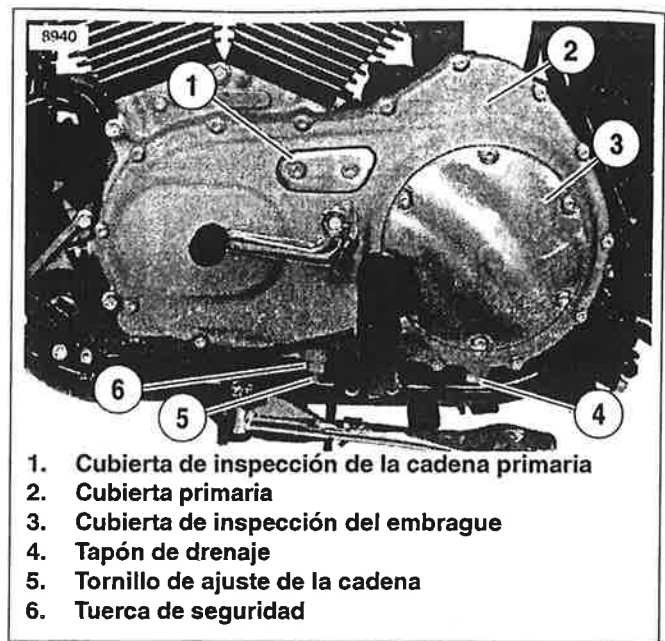
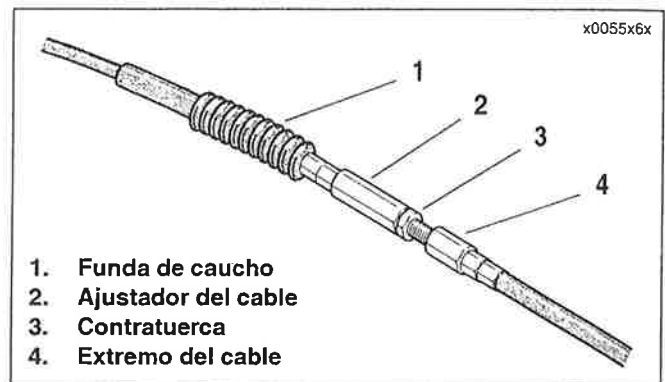

Figura 6-1. Cubierta primaria
Figura 6-2. Mecanismo de ajuste del cable del embrague
3. Vea la Figura 6-1. Coloque una bandeja de drenaje abajo del motor. Quite el tapón de drenaje (4) y drene el lubricante de la caja de propulsión primaria.
4. Afloje las tuercas de seguridad (6). Gire el tornillo de ajuste de la cadena (5) hacia la izquierda para relajar la tensión de la cadena primaria.
6. Vea la Figura 6-2. Deslice la funda de caucho (1) en el ajustador del cable del embrague (2) hacia arriba para dejar expuesto el mecanismo del ajustador. Afloje a contratuerca (3) del ajustador. Gire el ajustador para acortar el cable de la caja hasta que haya bastante juego libre en la palanca manual del embrague. Consulte AJUSTE en 1.12 EMBRAGUE.
6. Instale el o-ring nuevo (12) sobre el dispositivo de conexión del extremo cableado (14) en la sección inferior del cable del embrague. Gire a la derecha el dispositivo de conexión para instalarlo en la cubierta primaria (8). Apriete el dispositivo de conexión a 4,1-6,8 N·m (36-60 lb-pulg.).
7. Ajuste el acoplamiento (6) sobre el extremo cableado (13) en el lado redondeado del acoplamiento hacia adentro y el botón conector de la rampa hacia afuera. Corrija el ángulo del anillo de retención del montaje de la rampa (5) apuntando hacia adentro, coloque el gancho de la rampa alrededor del botón de acoplamiento y gire el montaje hacia la izquierda hasta que la lengüeta en la rampa interior (17) encaje en la ranura de la cubierta primaria (8).
8. Enrosque la tuerca (4) en el conjunto del tornillo de ajuste (5) hasta que pueda acceder la ranura del tornillo con un destornillador. Ajuste el hexágono de la tuerca en el hueco de la rampa exterior (15) y gire el tornillo de ajuste hacia la izquierda hasta que se sienta resistencia. Haga retroceder el tornillo de ajuste 1/4 de vuelta.
9. Deslice la contraplaca y el resorte (3) sobre las superficies planas del tornillo de ajuste. Si es necesario, gire el tornillo de ajuste ligeramente hacia la derecha de tal manera que la contraplaca se deslice sobre las superficies planas mientras encaja además dentro de la hendidura de la rampa exterior.
10. Instale el anillo "quad" (7) de la ranura en la cubierta primaria. Compruebe que el anillo "quad" quede completamente asentado en la ranura.
11. Instale los seis tornillos (1) para asegurar la cubierta de inspección del embrague (2) a la cubierta primaria. Apriete los tornillos en forma alterna a 9,5-12,2 N·m (84-108 lb-pulg.) en un patrón cruzado.
12. Vea la Figura 6-2. Gire el ajustador del cable (2) hacia la derecha dejándolo de la contratuerca (3) hasta que se elimine la holgura.
14. Vea la Figura 6-2. Sujete el ajustador del cable (2) con una llave de 1/2 pulg. Con una llave de 9/16 pulg., apriete la contratuerca (3) contra el ajustador del cable. Cubra el mecanismo del ajustador del cable con una funda de caucho (1).